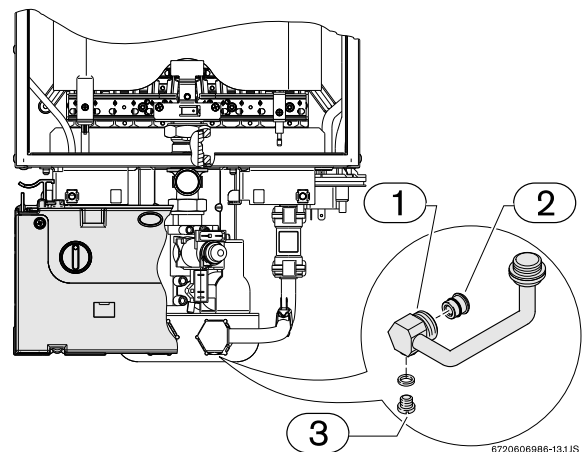

Fig. 18 Avluftningsskruv
- ▶ Lossa avluftningsskruven (Fig. 18) som sitter på vatteninloppsröret.